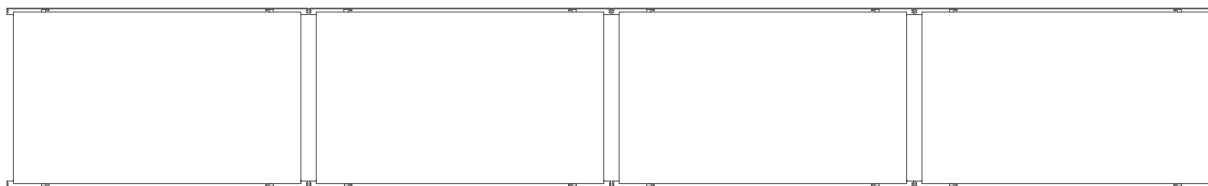
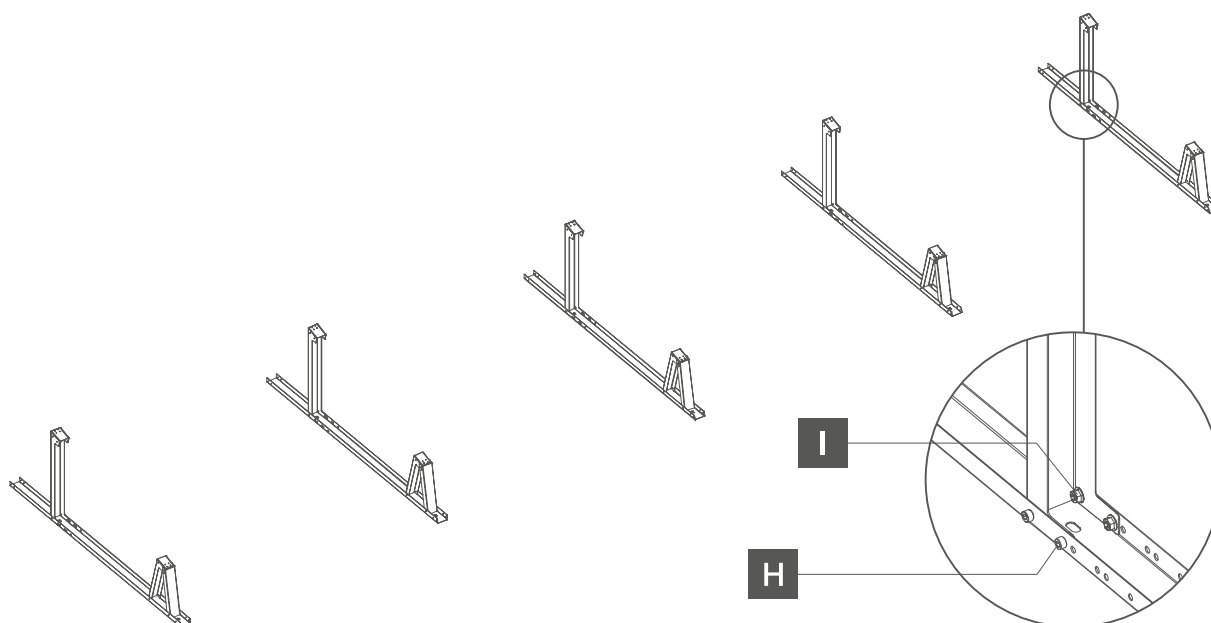

Abb. 1. Plan für die Anordnung der Module
Abb. 2. Anordnung der Montagetriangle
- 1** Bevor mit der Montage begonnen wird, sollte man die Anordnung der Module (Abb. 1) und der Montagetriangle (Abb. 2) festlegen. Die Art der Befestigung der Montagekonstruktion am Dach hängt von dessen Art ab und wird individuell ausgewählt.